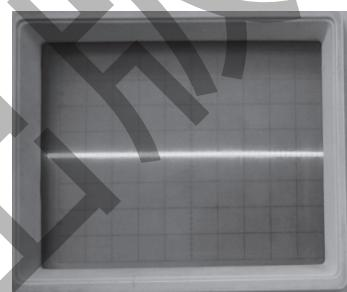

图 47 水平扫描线
(1) 将同轴电缆一端接在信号发生器的函数输出接口，另外一端接到示波器的 CH1 通道。
(2) 打开信号发生器的电源。
(3) 将波形选择开关置于“正弦波”，设置为产生正弦信号（波形选择完毕）。
(4) 按动“频率选择”按钮，使频率显示窗口的下方“kHz”灯亮，调节频率细调旋钮，使频率显示窗口的频率显示在 2kHz 左右。
(5) 按动“幅值选择”按钮，使幅度显示窗口右方的“V”、“P-P”亮。
(6) 将示波器输入耦合开关置于地（GND）位置，调节垂直位移和水平位移旋钮，使水平直线置于示波管的中心位置，调节辉度、聚焦旋钮，使波形清晰，亮度合适。水平扫描线如图 47 所示。
(7) 示波器的耦合开关置于“DC”位置，将信号发生器输出的信号连接到示波器，用示波器实际测量信号的波形、周期、峰-峰值电压，如果出现切顶或削底失真，则将信号发生器的“幅度调节”旋钮适当回调，使正弦波不失真。